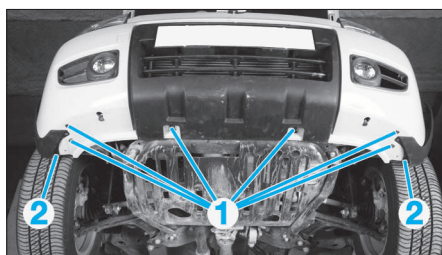

FIG. 3
- Monter le véhicule sur un pont, puis déposer les vis de fixation (1) et (2) (Fig.3).